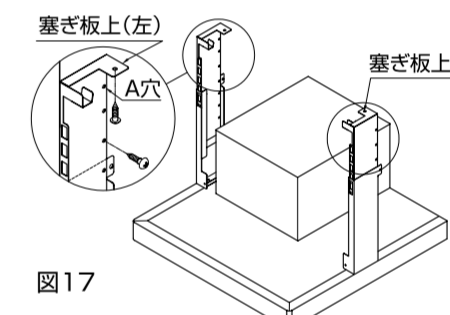

図17
⑥塞ぎ板上(左右)を天井に合う位置に調整してキャビネットまたは壁面に天井に丸木ねじ(3.8×13)各2本で固定します。(図17)